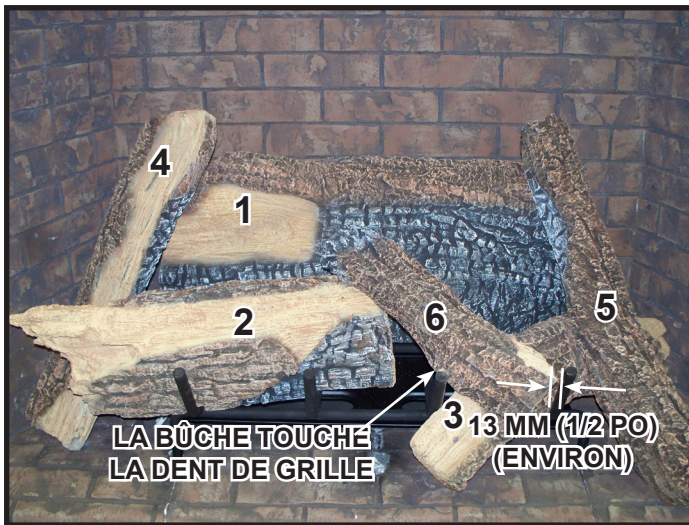

Figure 12. Ensemble de bûches installées
**Bûche n° 6 (2285-706)** : Placez la bûche n° 6 dans l'appareil, comme il est indiqué à la figure 12. Le coin inférieur de la bûche n° 6 devrait se trouver à environ 13 mm (1/2 po) du côté droit de la dent de grille. La bûche touchera la dent de grille du centre droit. Le sommet de la bûche n° 6 devrait reposer sur l'encoche de la bûche n° 2.